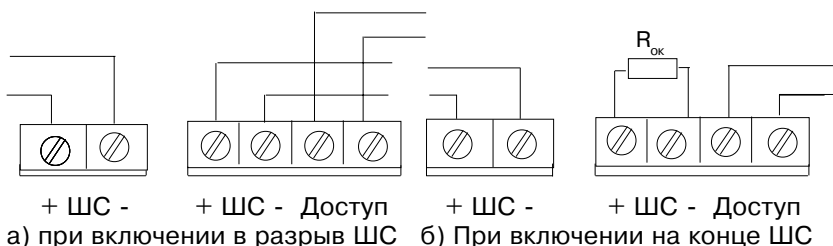

Рис.4
1. Без дополнительной настройки можно включать в ШС ПКП типа: "Дюна-1" - до 2 извещателей, "Сигнал-ВК" - до 4 извещателей, "Нота" - до 3 извещателей. Схема подключения приведена на рис.4.
- выполните соединения согласно рис.4;